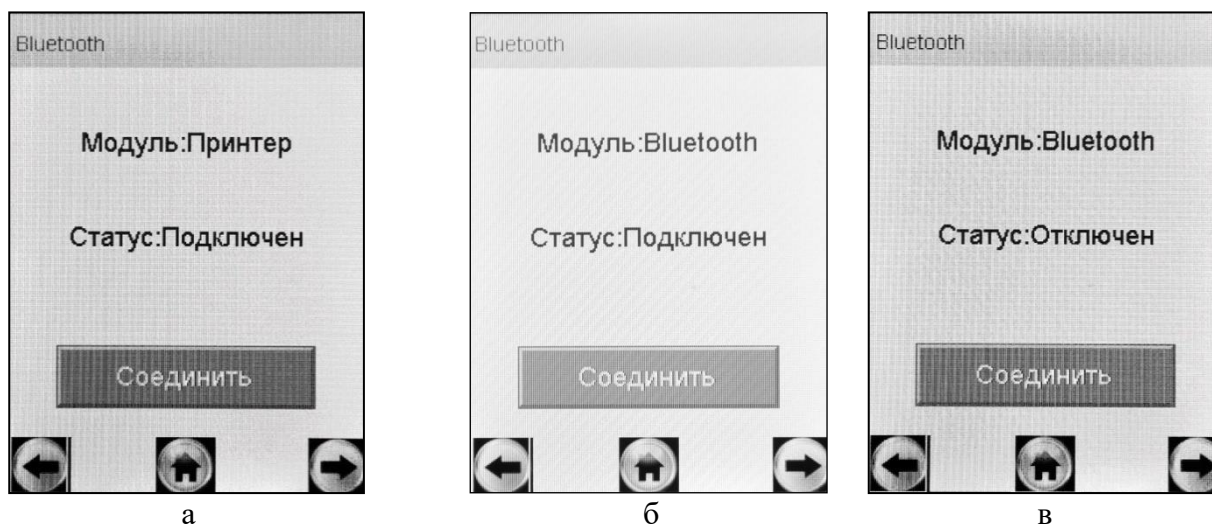

Рисунок 10 – Окно Bluetooth (возможные варианты)
2.5.5.1 В главном меню выберите пункт «**Установки пользователя**» (по 2.5.2 настоящего РЭ). Выберите пункт «**Bluetooth**», касаясь стилусом соответствующей иконки (рисунок 7). На сенсорном экране появится окно «**Bluetooth**» (рисунок 10).
– для анализатора в исполнении «Юпитер-К» в окне «**Bluetooth**» (рисунок 10, а):
«**Статус: Подключен**» - при наличии соединения с внешним термопринтером или внешним устройством по Bluetooth (рисунок 10, б),
«**Статус: Отключен**» - при отсутствии соединения с внешним термопринтером или внешним устройством по Bluetooth (рисунок 10, в).
2.5.5.3 Для установления соединения (сопряжения) анализатора с внешним термопринтером включите внешний термопринтер согласно 2.2.3 настоящего РЭ, нажав и удерживая кнопку вкл/выкл приемника Bluetooth в течении 2-3 с. В окне анализатора «**Bluetooth**» нажмите кнопку «**Соединить**», касаясь стилусом соответствующей иконки, через несколько секунд статус соединения изменится на «**Подключен**» (рисунок 10, б), в противном случае нажмите кнопку «**Соединить**» еще раз.